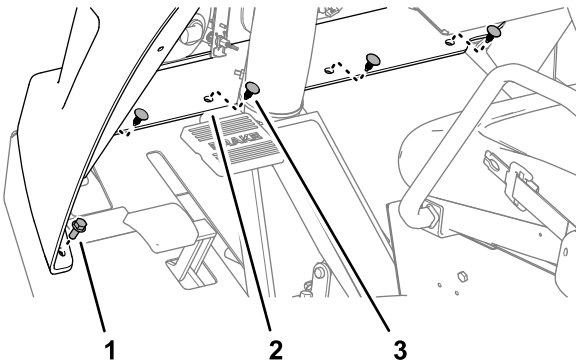

Figure 22
3. Retirez les 4 fixations enfichables qui fixent la bride inférieure du capot sur la machine (Figure 22).
4. Retirez les 2 boulons à embase (5/16 x 3/4 po) qui fixent la bride inférieure sur la machine (Figure 22).